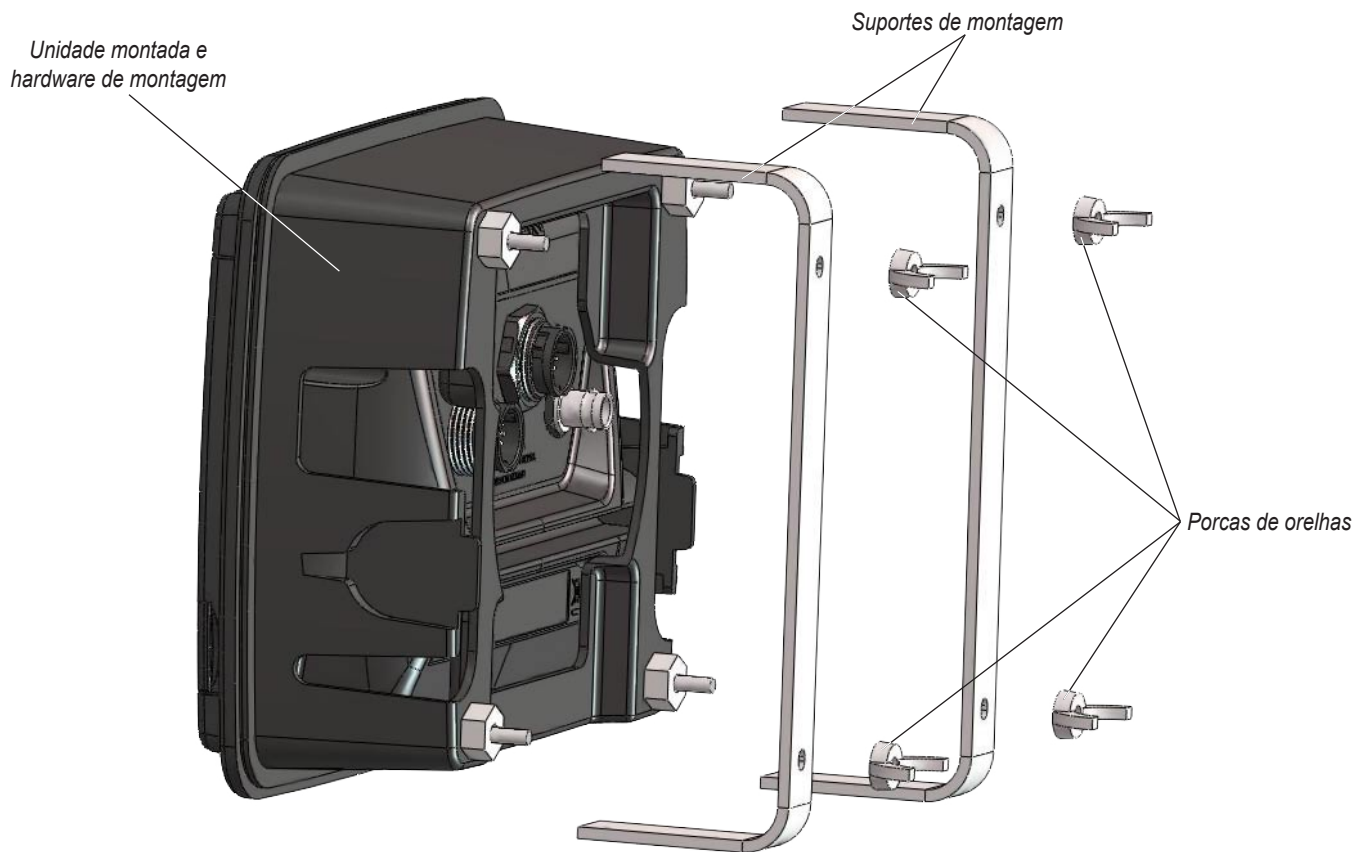

Figura 2
3. Instalar a unidade na abertura (ver a figura 2):